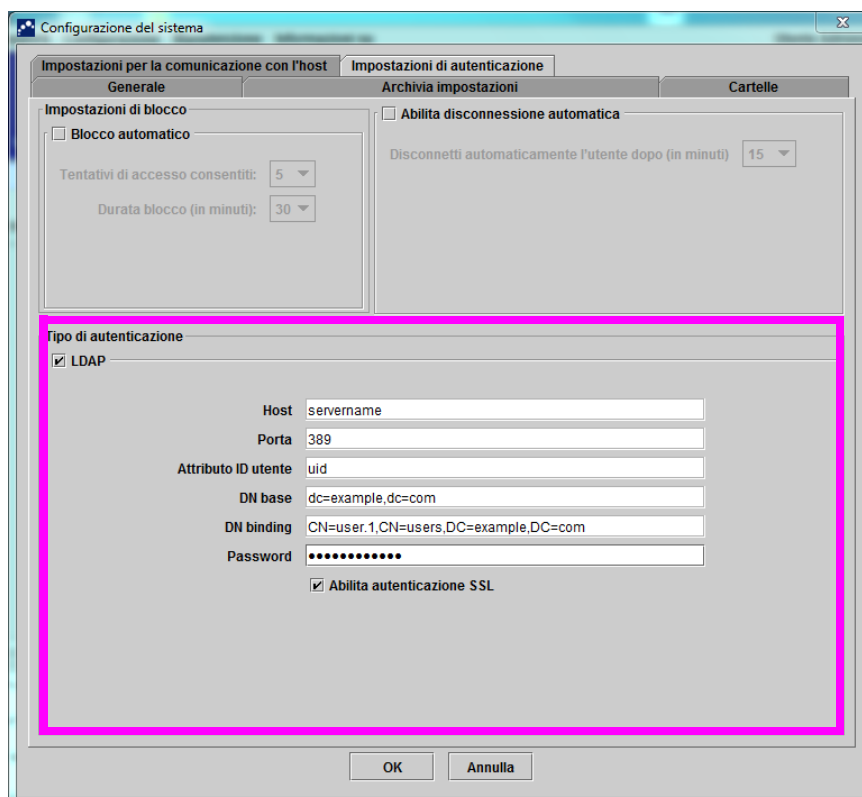

Figura 2-87. Impostazioni di autenticazione configurate per LDAP
2. Fare clic sulla scheda **Impostazioni di autenticazione**; si aprirà la finestra delle informazioni relative alle impostazioni di autenticazione. Vedere la Figura 2-87.
- **DN base** — Digitare il nome distinto (DN) base. Un DN base è il punto a partire dal quale un server esegue la ricerca di utenti. Una ricerca LDAP dell'utente "ammin" verrà eseguita dal server iniziando dal DN base (dc=esempio,dc=com).